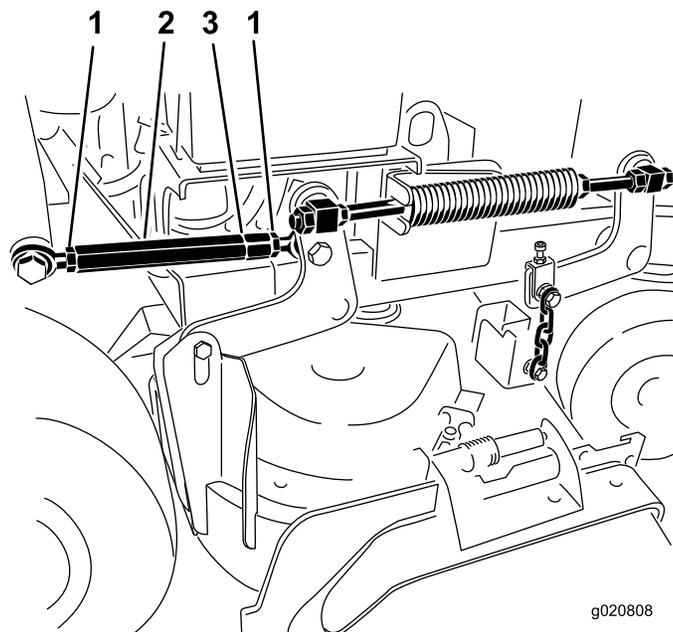

Figura 87
4. Allentate i controdadi a entrambe le estremità del tenditore (Figura 87).
Nota: L'estremità del tenditore su cui è visibile una scanalatura ha filetti sinistrorsi (Figura 87).